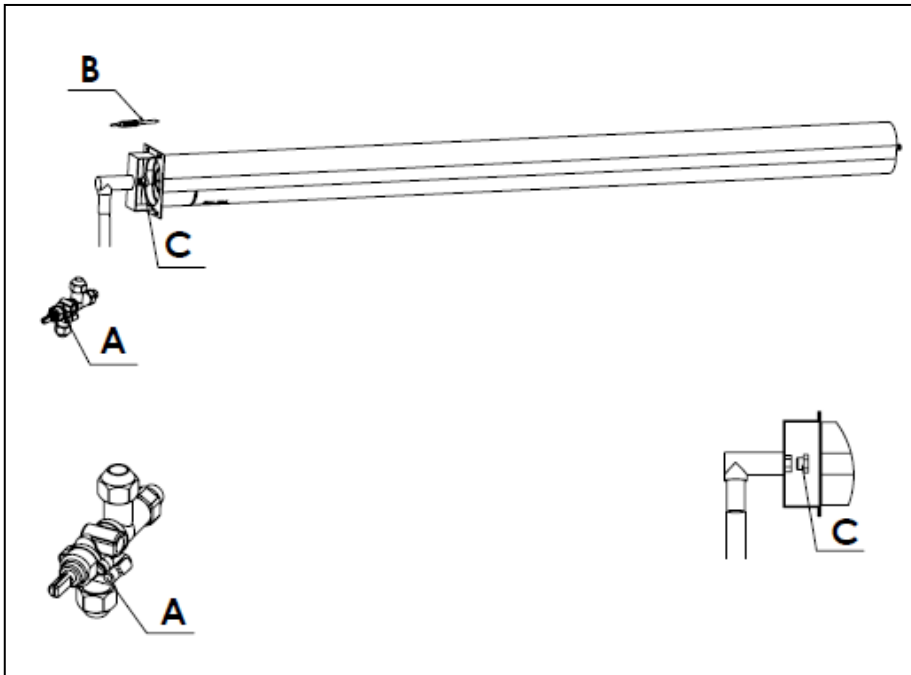

Bild 1
1. C' Einspritzdüse und wechseln Sie unter Beachtung der Daten auf der Tabelle. (Bild 1).